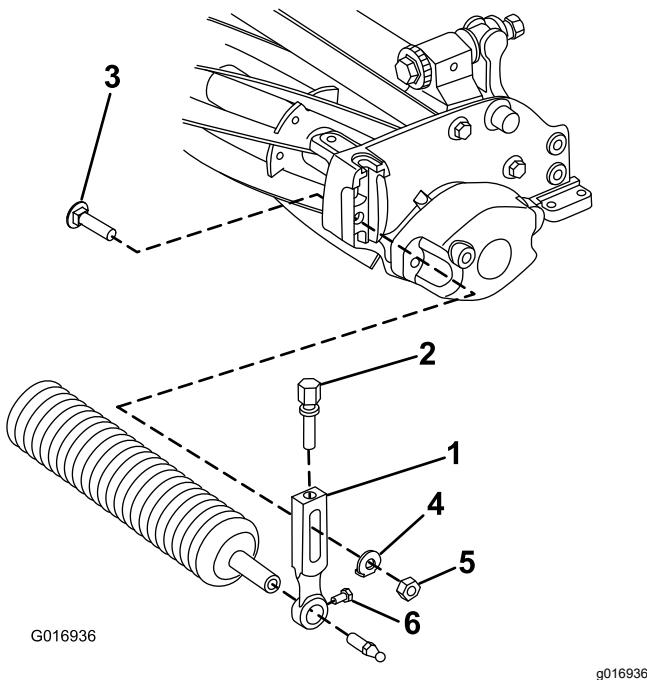

Figura 14
12. Efetue os passos seguintes para instalar o conjunto do rolo frontal na unidade de corte; consulte Figura 14.